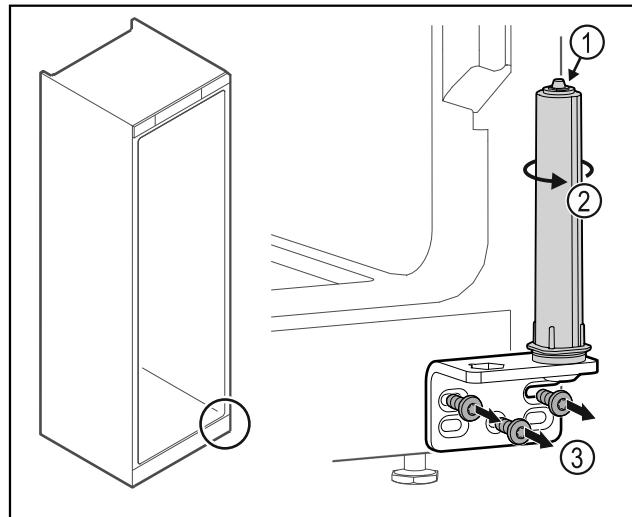

Fig. 18
- Ne razstavite sistema za zaklepanje vrat Fig. 18 (1).
- Obračajte zaporni sistem Fig. 18 (2), dokler ne klikne.
- Odvijte kotnik tečaja vrat Fig. 18 (3).